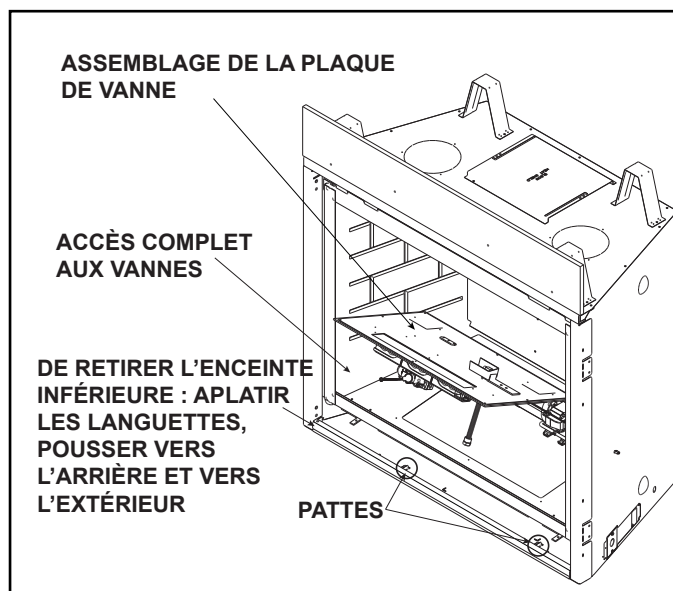

Figure 9.4 Accès à la vanne du gaz (Foyer générique illustré)
- Retirez la façade décorative, la vitre, les registres, le plateau de base, le module du brûleur et la plaque de vanne. Voir la figure 9.4.